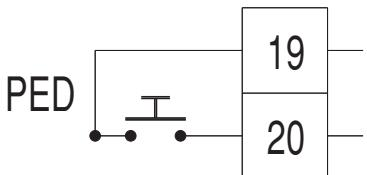

Fig. 3
5) LED (Fig.3)
6) SELEÇÃO DIP-SWITCH (Fig.3)
7) REGULAÇÃO DO TRIMMER (Fig.3)**TCA (Dip1 ON).**